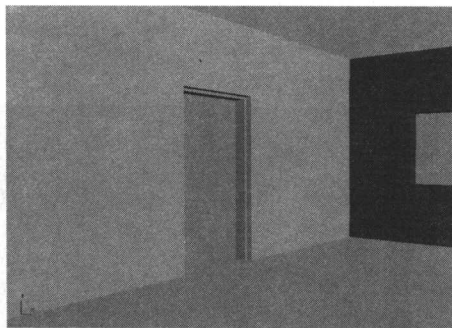

图 2-10 建立一个长方体的效果
Step 10 选择“门框”，单击【创建】面板中的 按钮，选择【复合对象】分类下的【布尔】工具，单击下面的拾取操作对象 B 按钮，然后在视图中单击新创建的立方体，减去门框下方的多余部分，效果如图 2-10 所示。